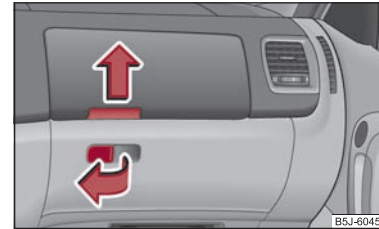

Abb. 80 Schalttafel: Ablagefächer auf der Beifahrerseite
- Ziehen Sie den Griff der Klappe in Pfeilrichtung ⇒ Abb. 80 und klappen Sie diese auf.